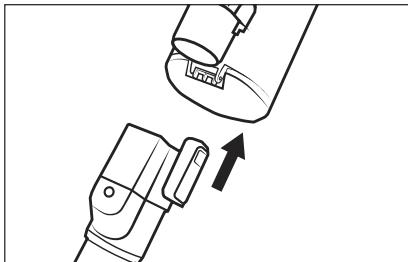

Fig. 1
- Infilare il tubo di aspirazione 24 nell'apparecchio fino a quando non si innesta in posizione con un clic (vedere fig. 1).